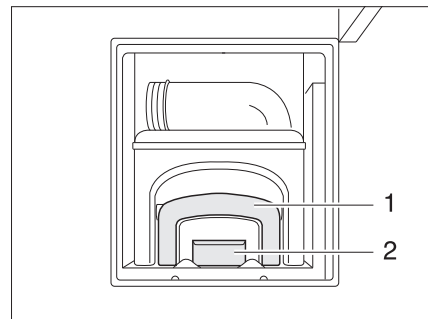

Fig. 247 Acceso al depósito de aguas fecales, abierto
- Accionar el desbloqueo (Fig. 247,2) y extraer el depósito de aguas fecales (cassette) sujetándolo del tirador (Fig. 247,1).